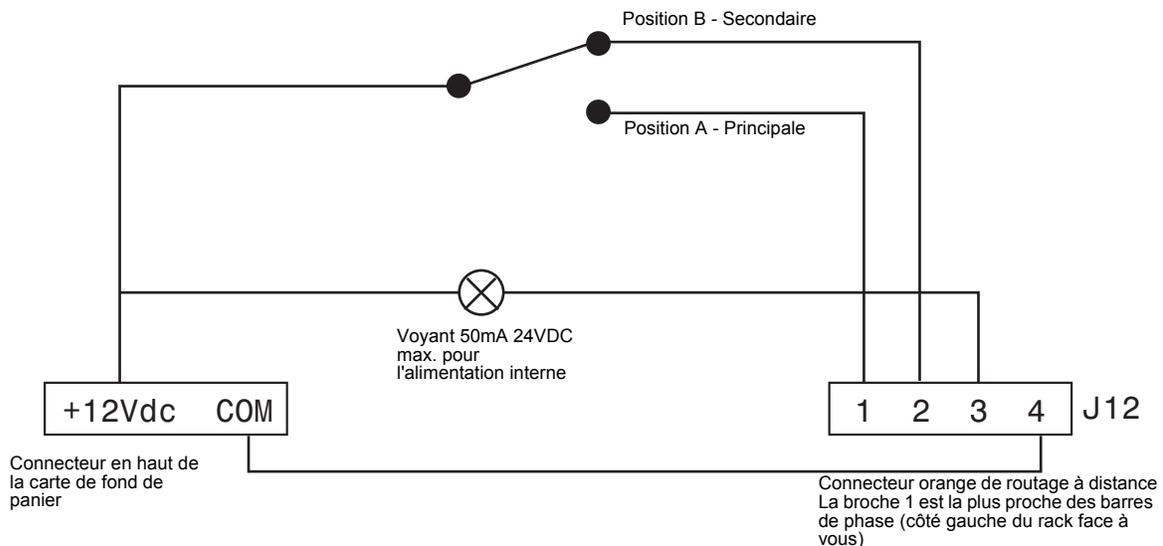

Figure 26: Câblage du connecteur J12 pour routage double à distance
Étape 3: Raccordez le commutateur à distance et le voyant au connecteur J12 en suivant les indications de la Figure 26.